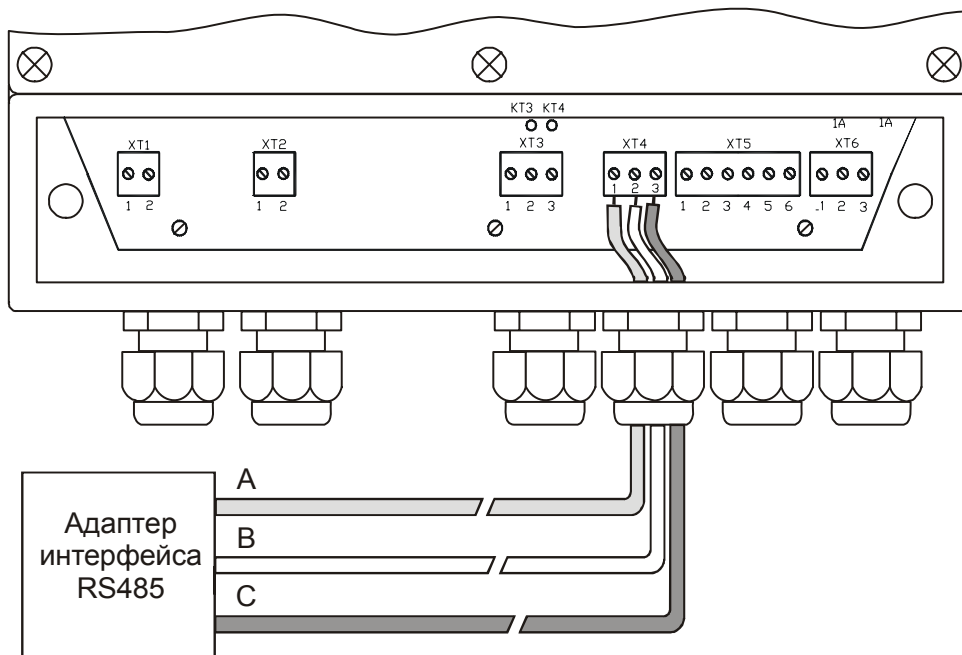

Рисунок 28 - Подключение адаптера интерфейса к вторичному преобразователю
2.10.1 В уровнемере БАРС 322И предусмотрена возможность подключения к ПЭВМ через интерфейс стандарта EIA RS-485 напрямую, если компьютер имеет встроенный RS-485-порт, или к COM-порту с помощью преобразователя интерфейсов (адаптера) ADAM-4520 или аналогичного (рисунок 28). Адаптер предназначен для перехода на интерфейс RS-232, широко применяемый в настоящее время для обмена данными с внешними устройствами компьютера.